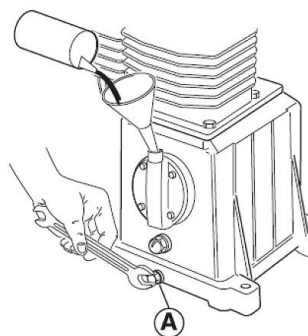

Fig. 18: Schimbarea uleiului
**Pasul 2:** Scoateți șurubul orificiului de umplere cu ulei, respectiv dopul de închidere și joja de ulei, desfaceți șurubul pentru evacuarea uleiului (poz. A, Fig. 18) și colectați uleiul uzat într-un recipient corespunzător.